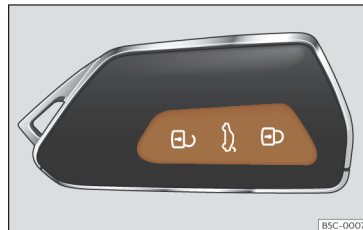

Abb. 62 Funkschlüssel: Tasten.
- Verriegeln: drücken Sie die Taste  »» **Abb. 62.**